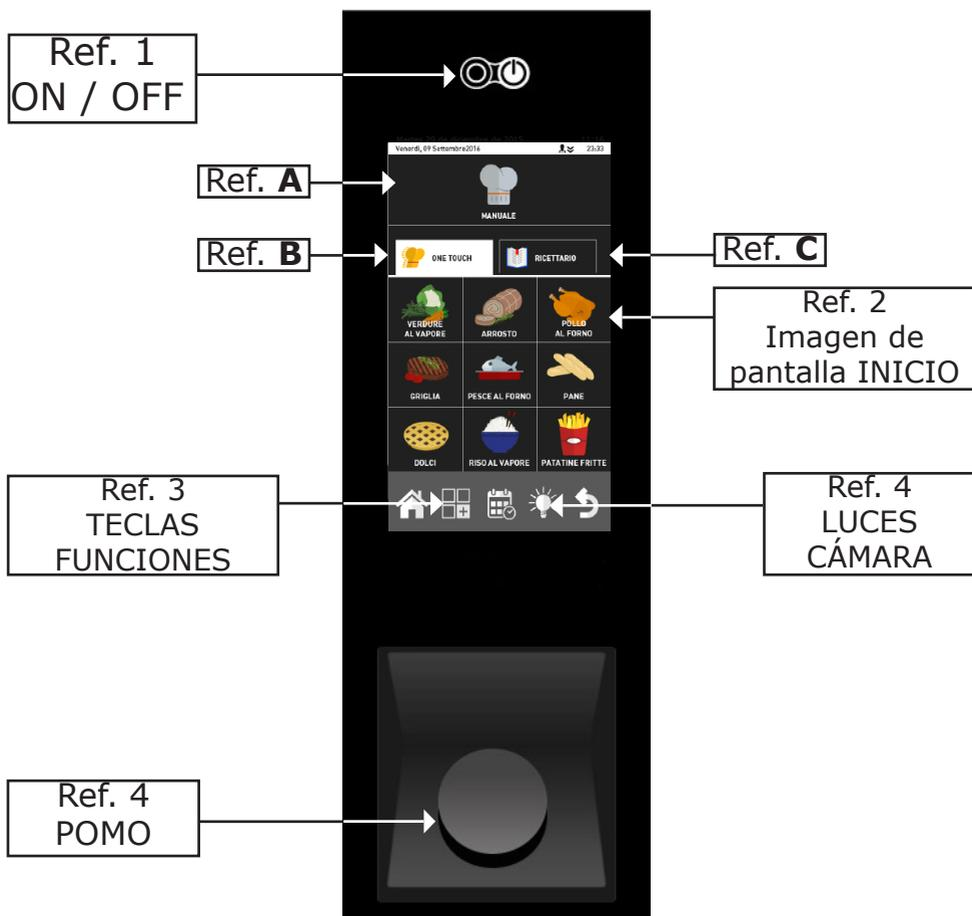

Fig. 13
Encienda el horno con la tecla "ON / OFF" **Ref. 1 Fig.13**.
Las luces en la cámara de cocción, se encienden presionando la apropiada tecla (**Fig.13 - Ref.4**) se encienden y después de 45 segundos, si no se han apagado antes presionando nuevamente la tecla, se apagan automáticamente.
Encender el horno presionado la tecla "ON/OFF" (ref.1 Fig.13), en el display aparecerá la pantalla inicial "HOME" (Ref. 2 Fig. 13).